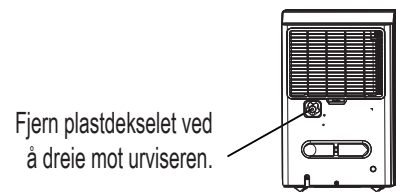
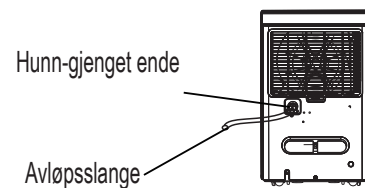

Fig.9
Fig.10
- Ta av plastdekselet fra apparatets avløpsåpning og sett til side, før deretter avløpsslangen gjennom avløpsutløpet på enheten og før avløpsslangen til gulvavløp eller et egnet dreneringsanlegg. (Se fig. 9 og fig.10)